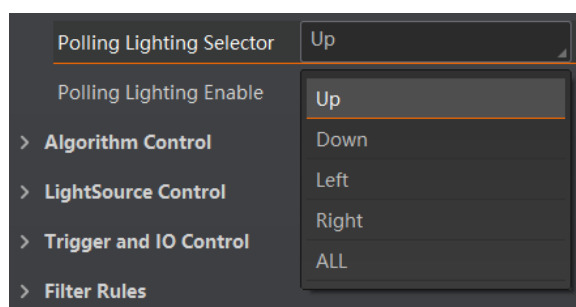

图4-13 光源轮询选择器
- 通过 Polling Enable 参数下拉选择 Multiple 模式，可对相关参数进行设置，如图 4-13 所示。